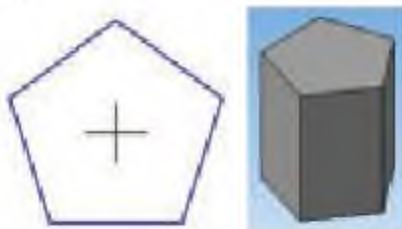

Рис. 8.4. Эскиз и элемент, образованный операцией выдавливания
2. *Выдавливание эскиза* в направлении, перпендикулярном плоскости эскиза (рис. 8.4).